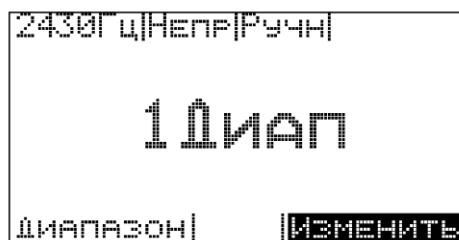

рис. 11
- нажимать левую кнопку "Установка режимов" (6) до появления пункта меню "Диапазон";
- нажать правую кнопку "Установка режимов" (6) - "Изменить" при этом на экране будет отображаться изображение, похожее на рис. 11;
- для выбора диапазона (см. табл. 1) необходимо нажимать на правую кнопку "Установка режимов" (6) до момента появления на экране требуемого диапазона согласования (1 Диап, 2 Диап, 3 Диап, 4 Диап, 5 Диап);
- выйти из режима редактирования формы сигнала, нажатием на левую кнопку "Установка режимов" (6).